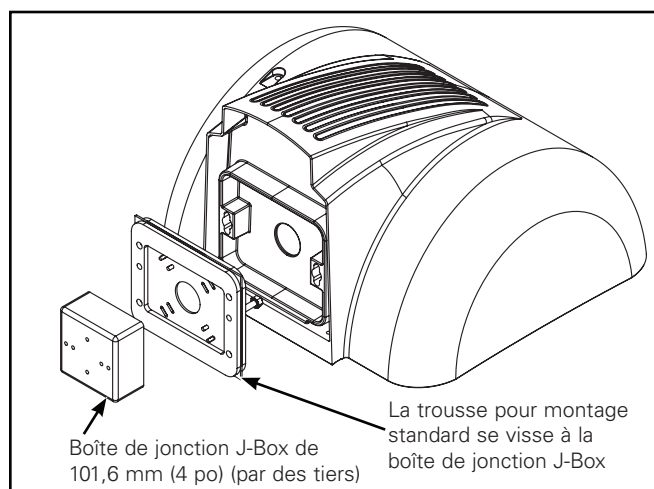

Figure 1. Montage standard
1. montage standard: se monte à toute boîte de jonction standard de 101,6 mm (4 po) (incluse avec tout luminaire) (Figure 1).